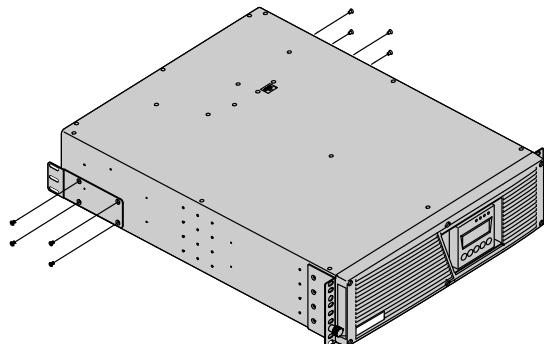

Рисунок 8. Установка задних прижимных скоб
**11. Опции.** Установите задние прижимные скобы (включенные в комплект направляющих), если вам необходимо сдвинуть корпус стойки с уже установленным в ней ИБП (см. Рисунок 8).